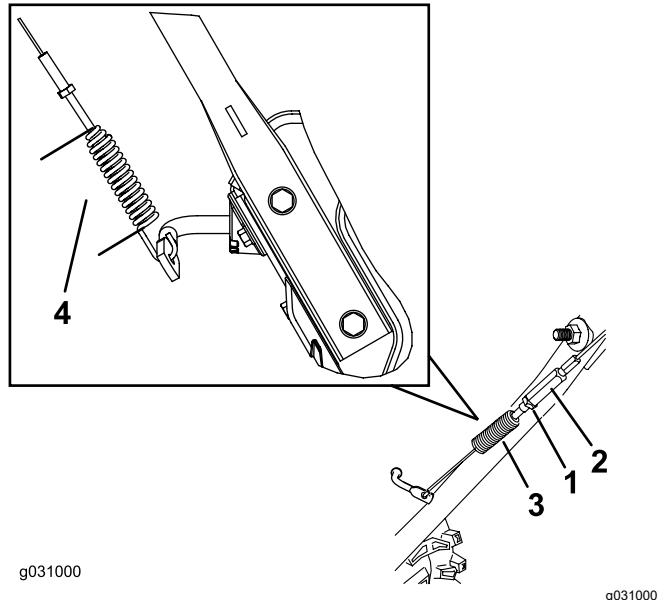

Figura 31
1. Afloje la contratuerca (Figura 31).
3. Afloje o apriete el tensor para ajustar la longitud del muelle a 7 cm (2 $\frac{3}{4}$ "), como se muestra en la Figura 31.
4. Apriete la contratuerca (Figura 31), asegurándose de que hay una ligera tensión en el cable.